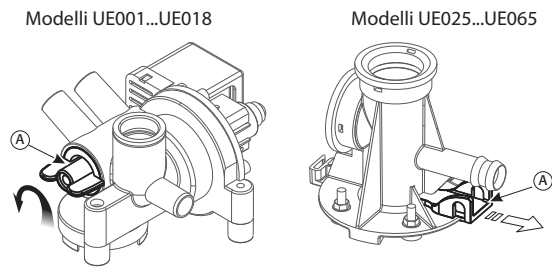

Fig. 1.a
- azionare il dispositivo meccanico sotto il cilindro (vedi part. A fig. 1.a).